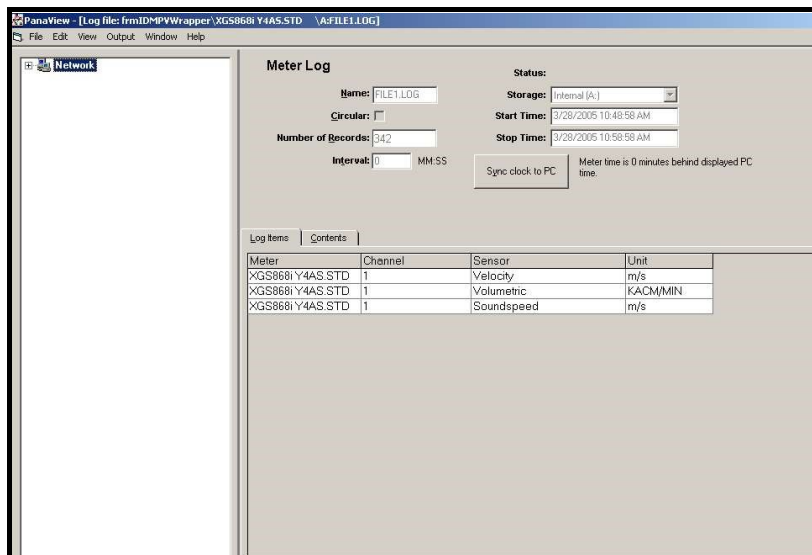

Figura 20: Ventana de datos para un registro individual de medidor
- Haga doble clic en el registro deseado. Se abrirá una ventana para el registro individual, como se muestra en la *Figura 20*.
- Haga clic en la pestaña *Elementos de registro* (véase la *Figura 20*) para obtener una lista de los parámetros especificados para el registro.